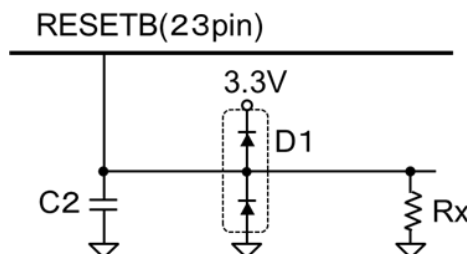

Figure 2-4 RESETB 端子外付け回路例
- RESETB 端子の外付け回路例を Figure 2-4 に、その回路定数例を Table 2-2 に示します。